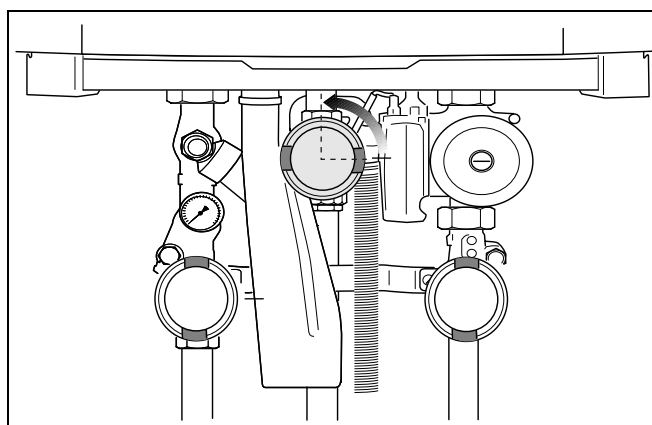

Fig. 76 Deschideți robinetul de gaz
- Deschideți încet robinetul de gaz. Pentru aceasta apăsați robinetul de gaz și rotiți $\frac{1}{4}$ de tura la stânga (Fig. 76).
- Deschideți încet robinetul de gaz. Pentru aceasta apăsați robinetul de gaz și rotiți $\frac{1}{4}$ de tura la stânga (Fig. 76, pagina 56).
- Deschideți încet robinetul de gaz. Pentru aceasta apăsați robinetul de gaz și rotiți ¼ de tura la stânga (Fig. 76).